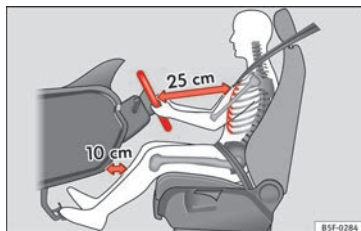

Fig. 84 Distance correcte entre le conducteur et le volant.
- Réglez le volant de sorte que la distance entre celui-ci et votre cage thoracique soit d'au moins 25 cm » **fig. 84.**
- Réglez le siège du conducteur de manière à laisser une distance minimale de 25 cm entre votre cage thoracique et le centre du volant » **fig. 84.** Si la distance est inférieure à 25 cm, le système d'airbags ne peut pas vous protéger correctement.